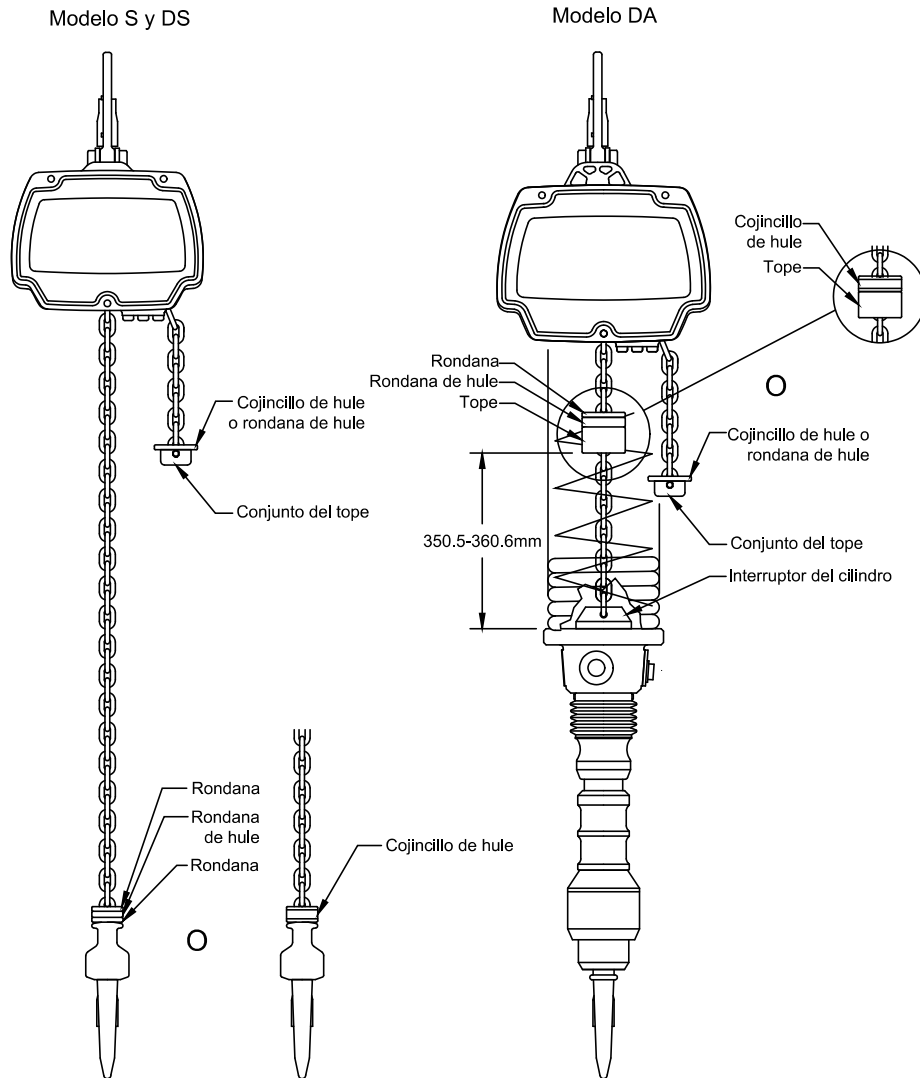

Figura 3-2 Configuración de los componentes de la cadena para polipastos con interruptor de límite superior solamente.
- 3.2.1 La cantidad y ubicación de los componentes de la cadena, incluyendo los cojincillos de hule, rondanas y conjuntos del tope, dependen del modelo del polipasto y de su capacidad. Nunca opere el polipasto con componentes incorrectos, faltantes o dañados. Consulte la placa de identificación del polipasto, la Tabla 3-2 y la Figura 3-2, además asegúrese de que todos los componentes de la cadena estén en la ubicación correcta y estén adecuadamente instalados.